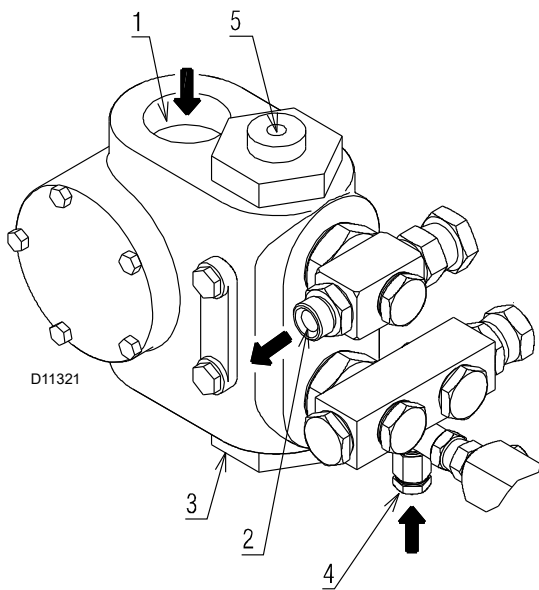

Fig. 23
Leyenda (Fig. 23)
- Para que la bomba (Fig. 23) pueda autocebarse, es indispensable aflojar el tornillo 4) para purgar el aire que pueda haber en el tubo de aspiración.
Si la bomba se ha vaciado, llenarla de combustible por el tapón del vacuómetro 4) (Fig. 23) antes de arrancarla, de otro modo quedará agarrotada.